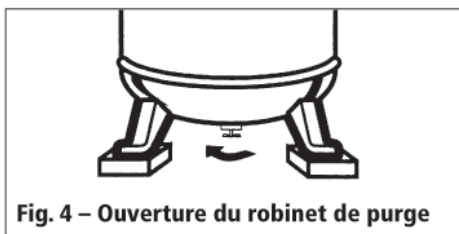

Fig. 4 – Ouverture du robinet de purge
1. Ouvrir le robinet de purge et faire fonctionner le compresseur pour 60 minutes (Voir la Figure 4).
Purger le réservoir (Voir la Figure 4)	●